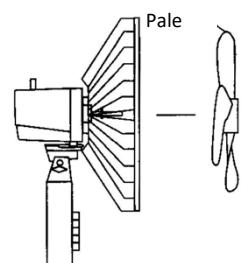
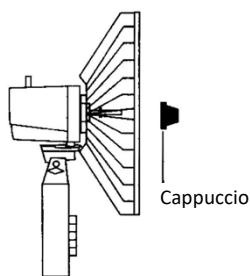

Fig. 3
Fig. 4
- 3: Far scorrere la lama sull'albero motore e fissarla con il cappuccio della lama ruotandola in senso antiorario. (Fig3 e Fig 4)